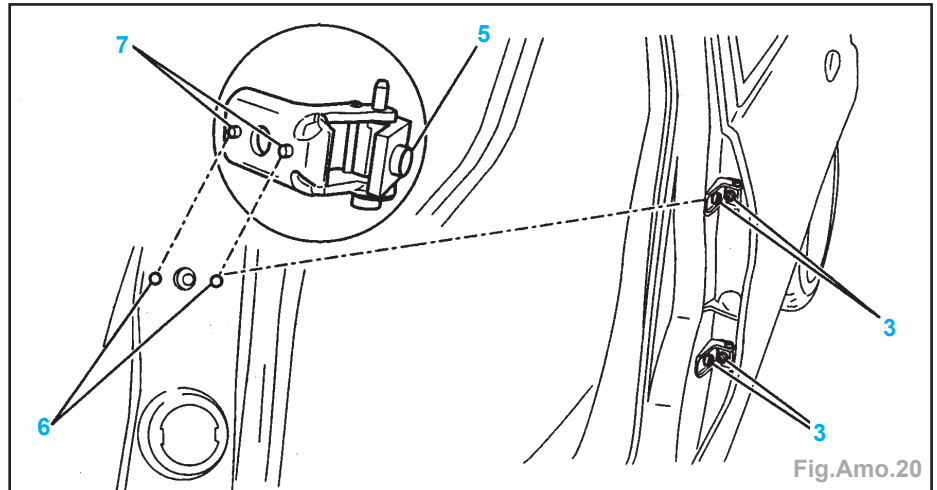

Fig.Amo.20
- Serrer les vis (3) sur le pied milieu.
**Nota :** En cas de difficultés de mise en place, déposer le pion de centrage (5) de charnière, agrandir éventuellement le Ø de des logements (6) des centreurs (7) et si nécessaire, meuler les centreurs (7) (Fig.Amo.20).
- Serrer les fixations (2) à 2,0 daN.m.
- Serrer les fixations (3) à 1,4 daN.m.